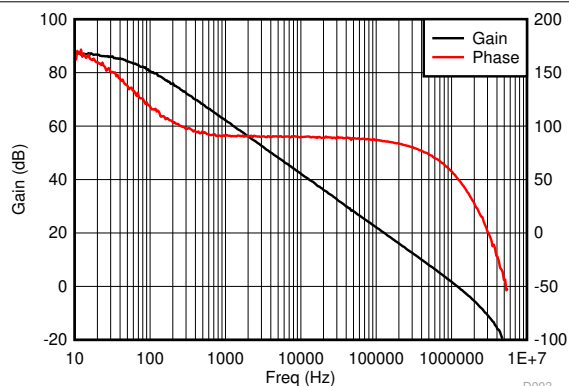

图 6-3. 当 $V_{CC} = 15V$ 、 $R_L = 100k\Omega$ 且 $T_A = 25^\circ C$ 时, 误差放大器开环增益和相位与频率间的关系
- (1) 应力超出绝对最大额定值下面列出的值可能会对器件造成永久损坏。这些仅仅是应力额定值，并不意味着器件在这些条件或超出 图 6.3 下的任何其它条件下能够正常工作。长时间处于绝对最大额定条件下可能会影响器件的可靠性。
- (2) 在正常运行时，V_{CC} 由低阻抗源通过限流电阻器驱动。必须调整电阻器的阻值，使所有工作条件下的 V_{CC} 电压都介于 V_{CC} 齐纳钳位电压和欠压锁定阈值之间。绝对最大值 V_{CC} 是根据 电气特性 中的内部齐纳钳位电压定义的，因此 I_{CC} 不会超过 25mA。如果不将 V_{CC} 和 I_{CC} 限制在这些限值范围内，可能会对器件造成永久损坏。